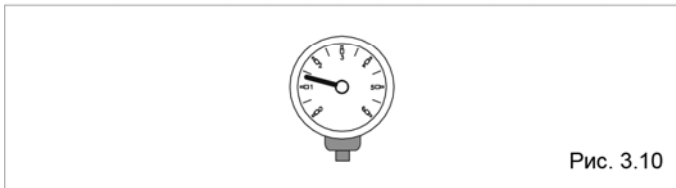

Рис. 3.10
– Откройте запорные устройства на водопроводе и медленно заливайте воду до тех пор, пока манометр системы **в холодном состоянии** не покажет значение **1,5 бар** (рис. 3.10).